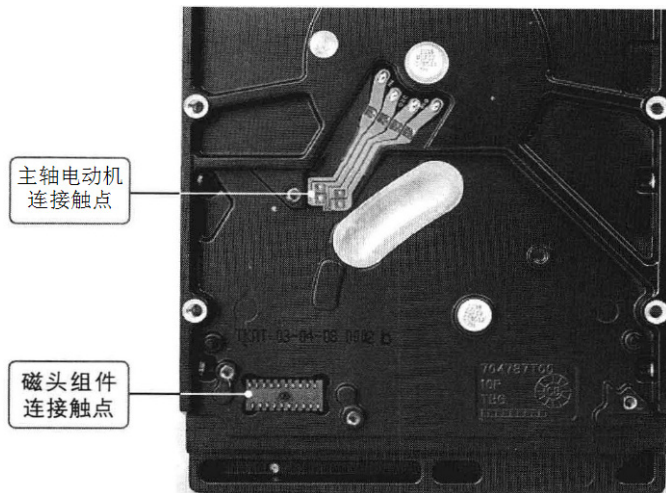

图 6-39 电路板与磁头组件的连接触点
(4) 如果数据接口附近没有损坏的元器件，则可能是电路板与磁头组件接触不良，或磁头组件中的磁头芯片损坏所致，重点检查这些部分。如图 6-39 所示为电路板与磁头组件的连接触点。